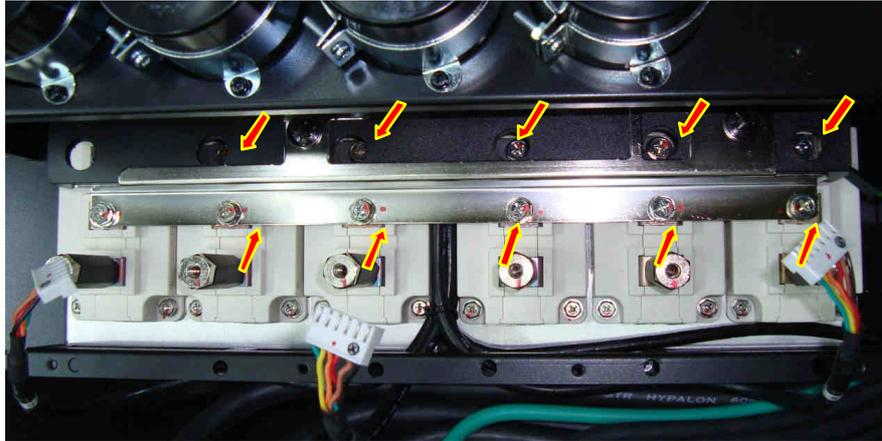

Рис. 6.17.
6.11.1. Выкрутить 12 винтов крепления шин блока конденсаторов к модулям IGBT (рис. 6.17). Положить винты в тару.